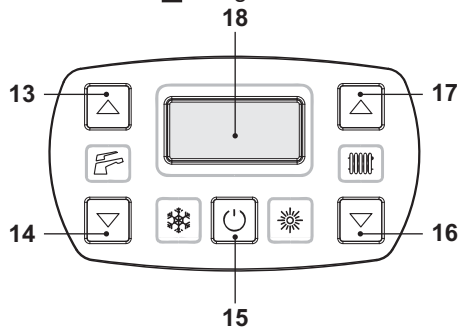

Figura 2.5
- Mantenga pulsado durante 2 segundos el botón 15 hasta que aparezca en la pantalla el símbolo  Figura 2.5.
La temperatura del agua caliente de impulsión de la calefacción puede regularse mediante los botones 16 (reducción) y 17 (aumento) (Figura 2.5) desde un mínimo de unos 25°C hasta un máximo de unos 80°C. La primera vez que se pulsa uno de los dos
De todas formas, si la temperatura ambiente no fuera agradable, se puede aumentar o reducir la temperatura de impulsión de la instalación de calefacción en ± 15 °C usando los botones 16 (reducción) y 17 (aumento) (Figura 2.5).
La temperatura del agua caliente sanitaria puede regularse mediante los botones 13 (aumento) y 14 (reducción) (Figura 2.5) desde un mínimo de unos 35°C hasta un máximo de unos 60°C. La primera vez que se pulsa uno de los dos botones se muestra el valor de "consigna", la segunda vez se puede modificar.